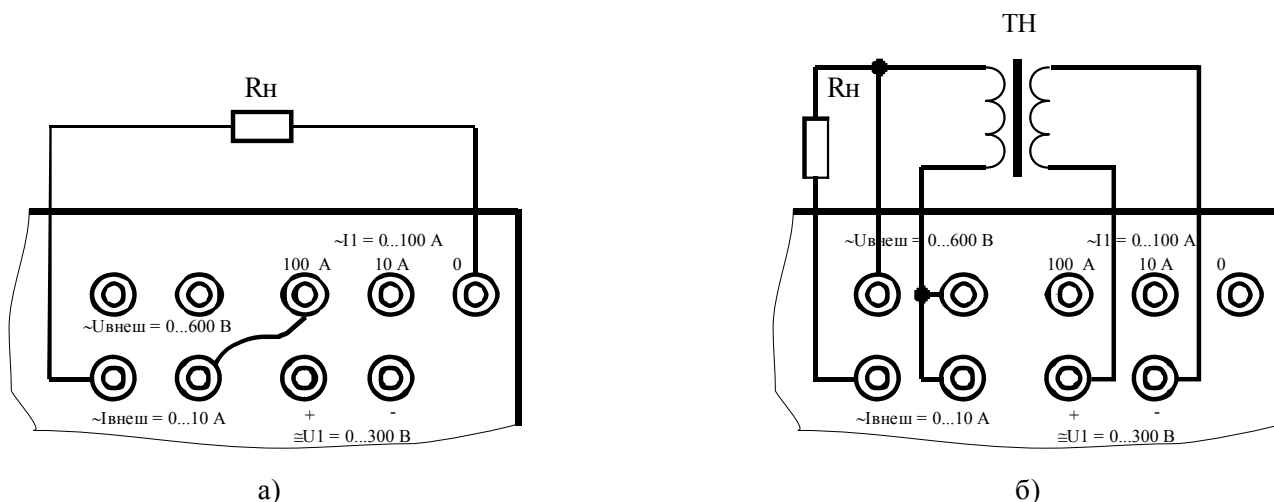

Рисунок 3 – Использование канала измерения внешнего тока (а) и канала измерения внешнего напряжения (б) при работе в режиме 1
В данном случае, для точного измерения малых токов можно воспользоваться измерителем внешних токов. Для этого необходимо подключить нагрузку согласно рис. 3а и перевести переключатель «Iвнешн./I1» (см. п. 6.2.2.3) в положение «Iвнешн.». На индикаторе отображается значение напряжения на выбранном выходе и тока в нагрузке, измеренного с помощью измерителя внешних токов.
8.3.1.7 Проверку работы четырехполюсников (например, трансформаторов) можно выполнять по схеме, показанной на рис. 3б. При установке переключателя «Увнешн/U1» в положение «U1», а переключателя «Uвнешн/I1» – в положение «I1» на индикаторе отображаются значения параметров сигнала, подаваемого на вход четырехполюсника. При переключении переключателей в положения «Увнешн» и «Uвнешн» соответственно, на индикаторе отображаются значения параметров сигнала на выходе четырехполюсника.